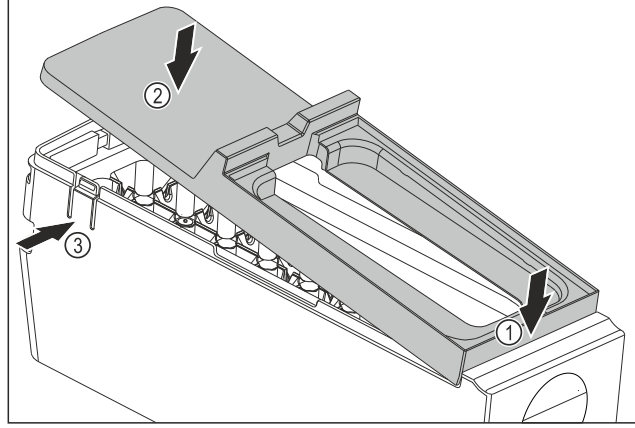

Fig. 81
- EasyTwist-Ice gövdesinin kapağını monte edin: Kapağı önden yerleştirin. Fig. 81 (1)
- Kapağı arkadan aşağı indirin. Fig. 81 (2)
- Kapak iki kulağa Fig. 81 (3) duyulur şekilde oturur.